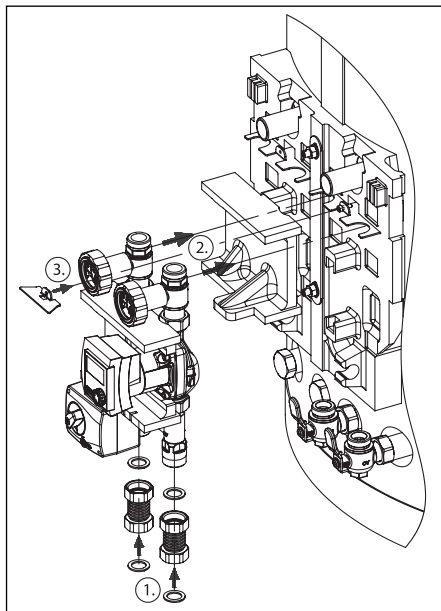

Fig. 10 Montage du groupe du circuit de chauffage
- Raccorder les tubes annelés métalliques d'une longueur de $L = 45 \text{ mm}$ avec les joints au groupe du circuit de chauffage (fig. 10 point 1). Ensuite accrocher le groupe au support de fixation (point 2), monter la plaque d'arrêt et la fixer au support de fixation (point 3).